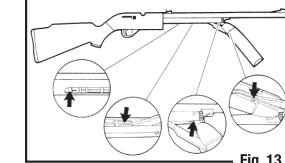

Fig. 13
- Su rifle de aire comprimido funcionará correctamente por más tiempo si la lubrica cada 250 disparos. Coloque una gota de Pellgunoil® 0241 de Crosman (disponible en crosman.com) en los pasadores pivotes de la bomba y en la cubierta de la bomba en el mecanismo de la misma. (Fig. 13) NO use aceites ni solventes a base de destilado de petróleo y NO lubrique en exceso, ya que esto puede causar daños a su rifle.